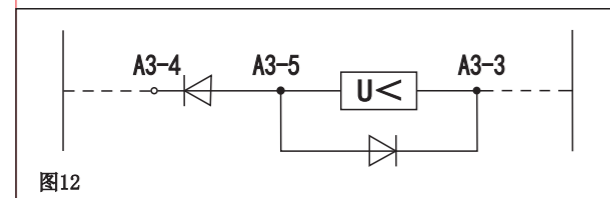

图12
6.3.1 瞬时动作的r-脱扣器和t-电磁铁线图（见图12）